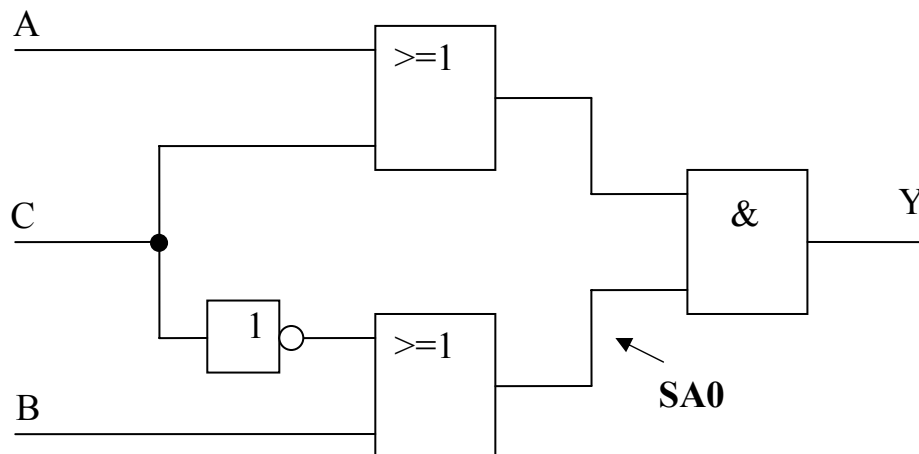

Abbildung 1
Gegeben ist die Schaltung in Abbildung 1. Arbeiten Sie mit dem single-Stuck-at Fehlermodell.
- (c) In Abbildung 1 ist ein Knoten mit „SA0“ gekennzeichnet. Ermitteln Sie alle Testvektoren die geeignet sind, diesen Fehler zu entdecken. Bezeichnen Sie die dazu nötigen Schritte.